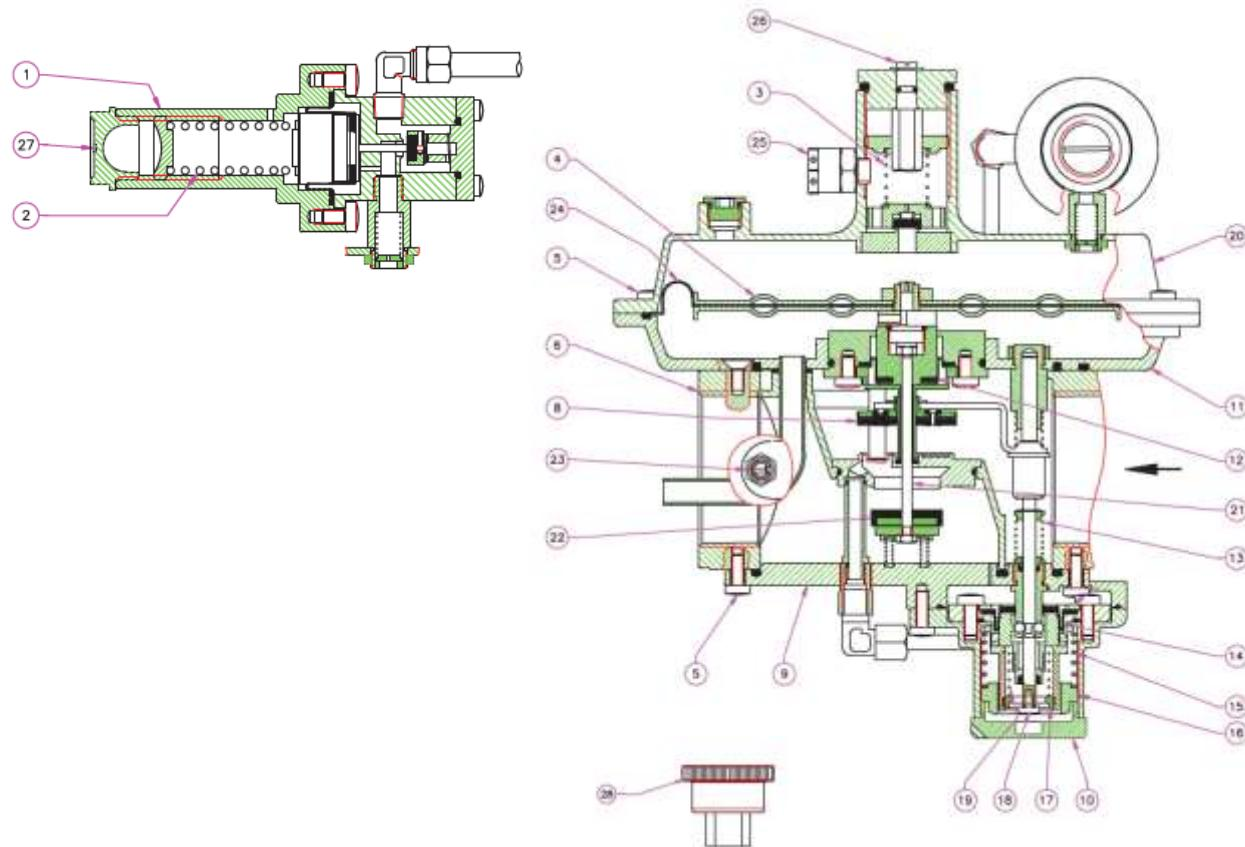

Рис.3
Регулятор (рис. 3) состоит из: регулировочный винт выходного давления (1); пружина настройки выходного давления (2); пружина настройки ПЗК (3); верхний диск мембранны (4); винты (5); корпус (6); затвор ПЗК (8); нижняя крышка (9); колпачок запорного клапана (10); корпус отсека мембранны (11); компенсационная мембрана (12); пружина возврата штока ПЗК (13); рабочая мембра на ПЗК (14); пружина настройки ПЗК по избыточному давлению (15); регулировочный винт ПЗК по избыточному давлению (16); винт настройки ПЗК по недостаточному давлению (17); шток взвода (18); пружина настройки ПЗК по недостаточному давлению (19); воронка (20); рабочий шток (21); обтюратор (22); штуцер измерения давления на выходе (23); рабочая мембра (24); антипылевой колпачок, СБРОСНОЕ ОТВЕРСТИЕ ИЗБЫТОЧНОГО ДАВЛЕНИЯ G1/4" (25); винт настройки ПСК (26); за щитный колпачок (27); ключ для настройки ПЗК (28).